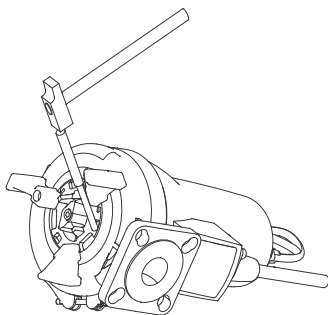

Fig. 13 Afmontering af snittering
2. Løsn snitteringen (44), og åbn bajonetfatningen ved at slå eller dreje snitteringen 15-20 ° med uret. Se fig. 13.